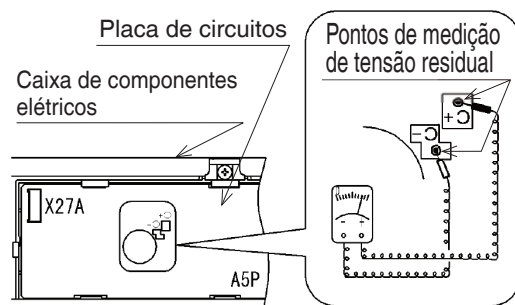

Figura 27
- Verifique a tensão residual da unidade interior de acordo com as instruções. (Ver **Figura 27.**)